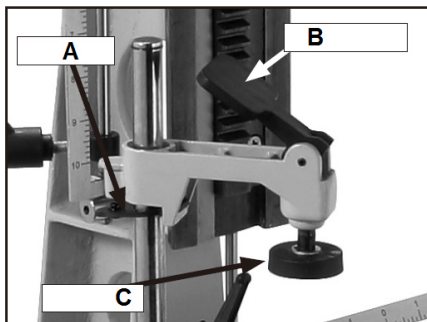

Рис. 11
Для использования и регулировки прижимов стола (Рис. 11):
1. Вытяните небольшой стержень (А, Рис. 11) с задней стороны корпуса прижима, чтобы отрегулировать высоту.
2. Потяните рукоятку прижима (В, Рис. 11), чтобы поднять прижимной диск (С, Рис. 11), и опустите его вниз в направлении корпуса, чтобы прижать заготовку.